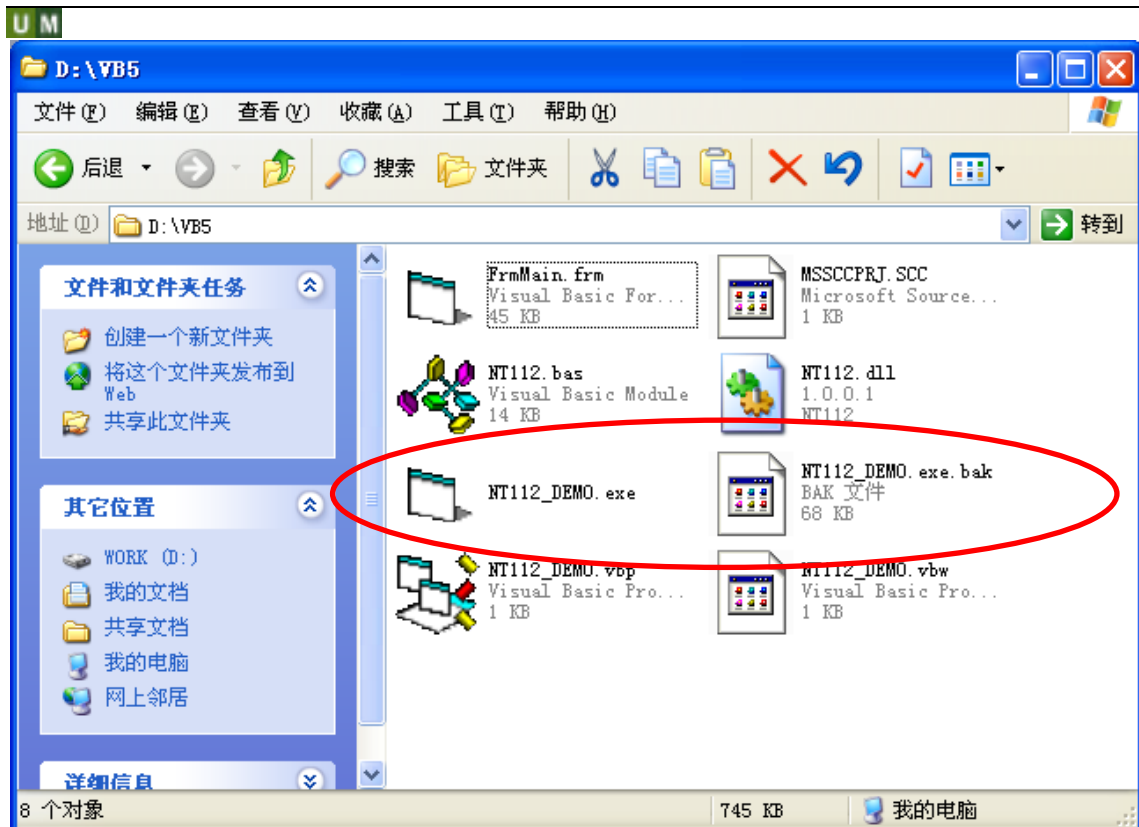

图 7.20 DLL 外壳加密结果
10. 最后单击“开始加密”按钮,即可对选中的EXE文件进行加密,结果参考如图7.20所示。其中,NT112\_DEMO.exe文件是加密后的文件;NT112\_DEMO.exe.bak为没加密的EXE文件的备份。